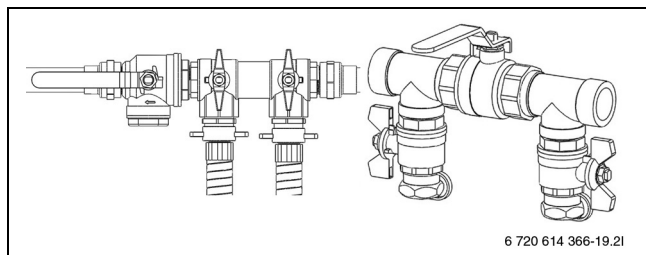

Bild 23 Påfyllnadssatser i påfyllningsläge
- Vrid ventilerna på påfyllnadssatsen så att de står i påfyllningsläge (→ Bild 23).